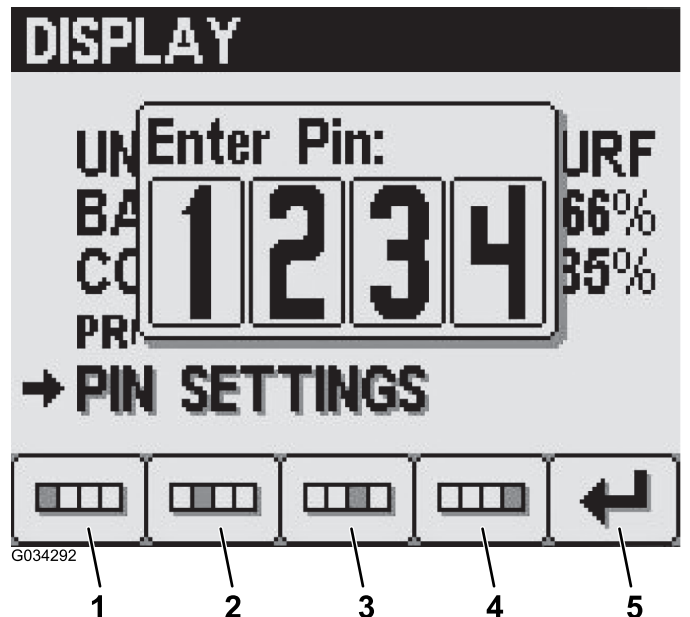

图 24
- 按 1 至 4 号按钮可输入您的 PIN 码。PIN 输入完成后按 5 号按钮图 24。
- 按 1 至 4 号按钮输入您的 PIN 码。PIN 输入完成后按 5 号按钮 图 24。
- 在输入旧 PIN 屏幕按 1 至 4 号按钮可输入您的旧 PIN 码完成 PIN 输入后按 5 号按钮 图 24。